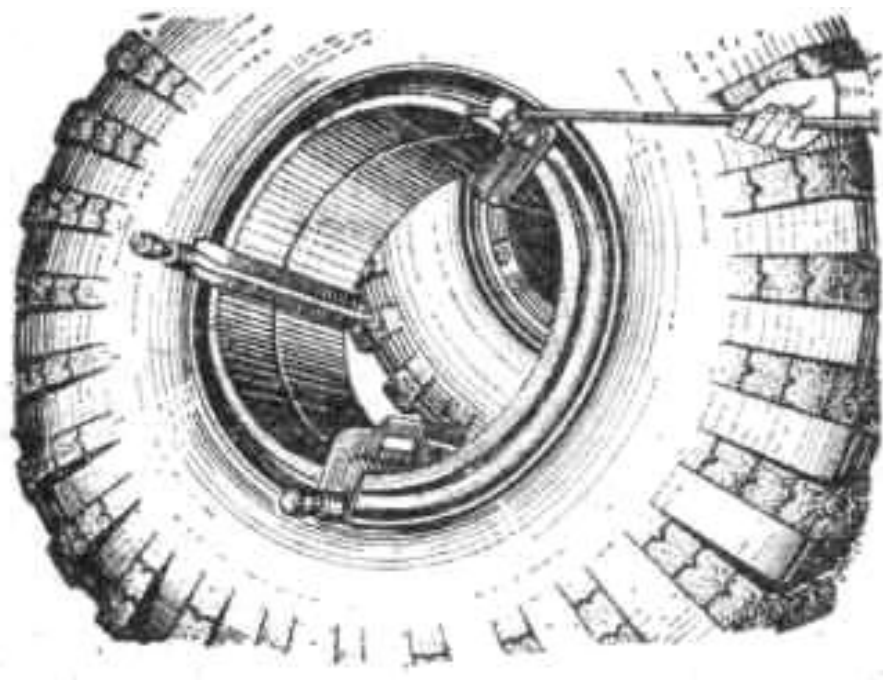

Рис. 146. Установка демонтажных скоб
6. Установить три демонтажные скобы (рис. 146) равномерно по окружности. Поворачивая монтажной лопаткой попеременно винты демонтажных скоб, вынуть обод колеса из шины.